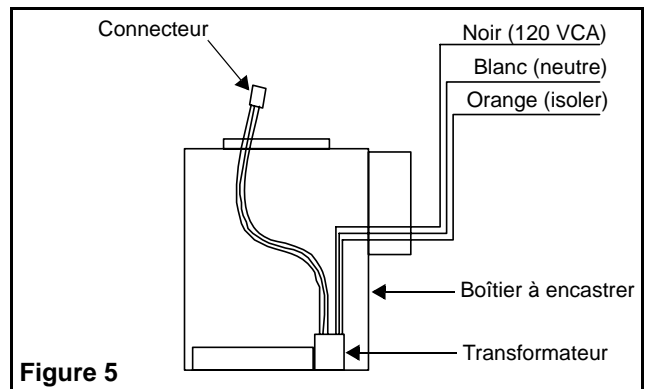

Figure 5
6. Effectuer les connexions nécessaires. Notre système peut recevoir un courant 120 VAC (voir fig. 5). Raccorder le fil noir (120 VAC) et le fil blanc (neutre) au service de l'édifice. Placer une marquette sur le fil orange.
9. Avant de rétablir le courant, connecter ensemble le connecteur de batterie polarisée à son connecteur homologue sur la lumière (voir fig. 5).